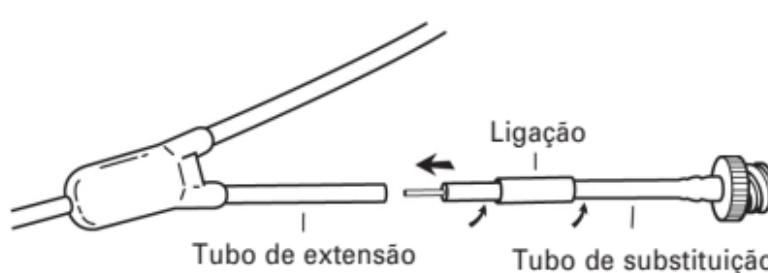

Fig. 12
3. A ponta do tubo de substituição está pré-carregada com uma cânula de metal. Com um movimento de rotação, deslide a cânula de metal para dentro do tubo de extensão até que o tubo de substituição esteja a cerca e 2-3 mm do tubo de extensão. (Fig. 12)